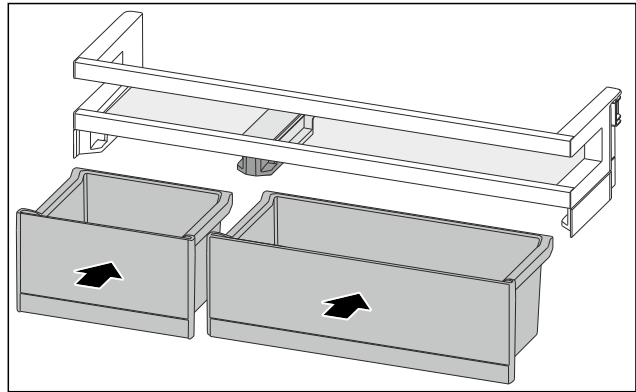

Fig. 115
- ▶ Helyezze be a VarioBoxokat a megcserélt sorrendben. (lásd Fig. 115)